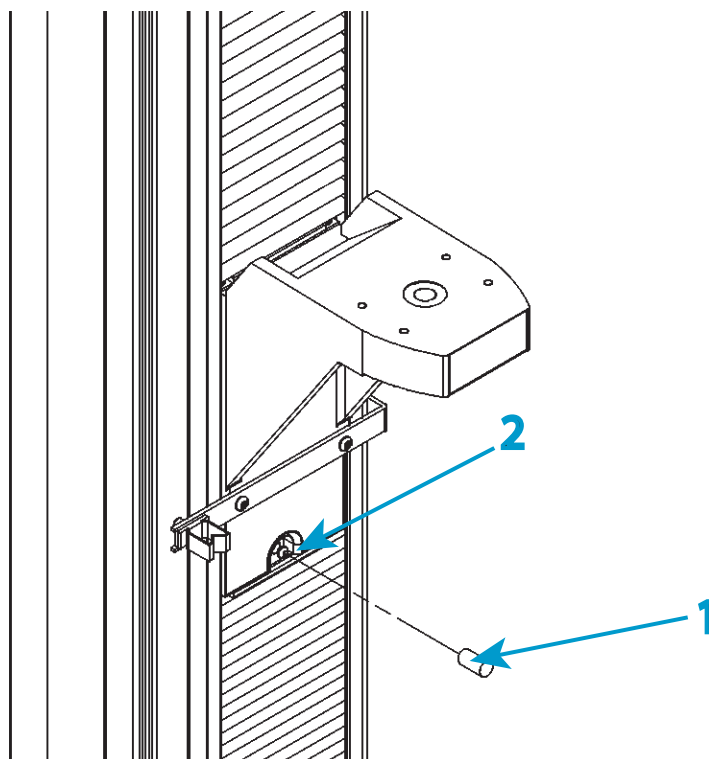
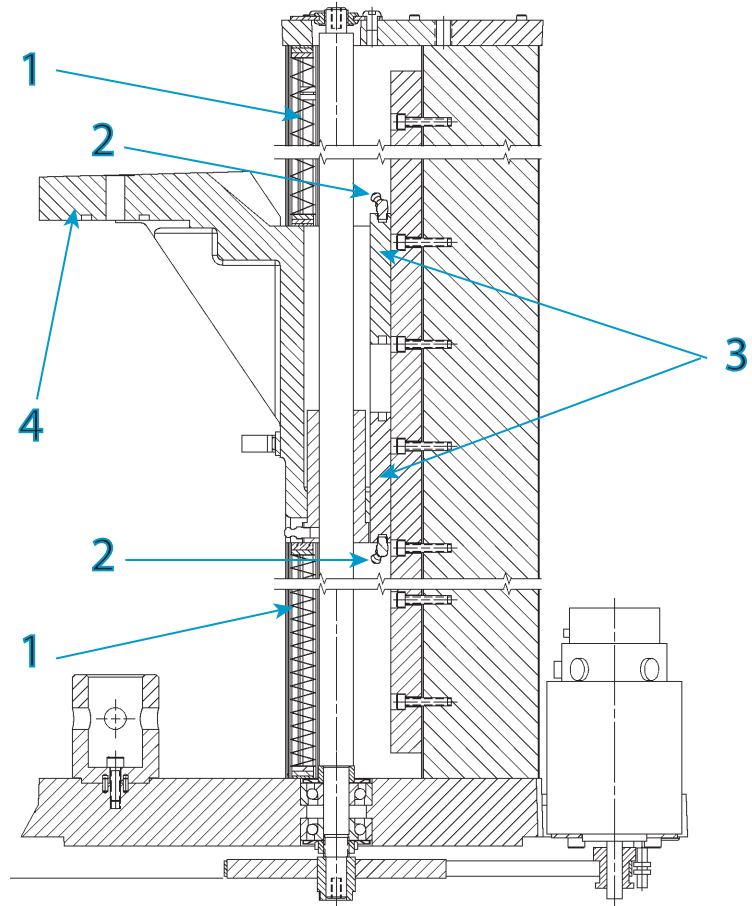

图 24. 滚珠螺母润滑
图 25. 线型导轨托架润滑
该步骤应用至 34SC-5，请参阅第 105 页图 24 和第 106 页图 25。
图标 图 24
图标 图 25
1. 确保电源开关位于关闭 (0) 位置，并断开电源电缆与电源的连接。验证机架控制面板上没有 LED 指示灯亮起。
6. 从横梁上分离滚珠丝杆保护帘，并使其滑动离开横梁。请参见第 106 页图 25 来定位每个托架上的润滑嘴。